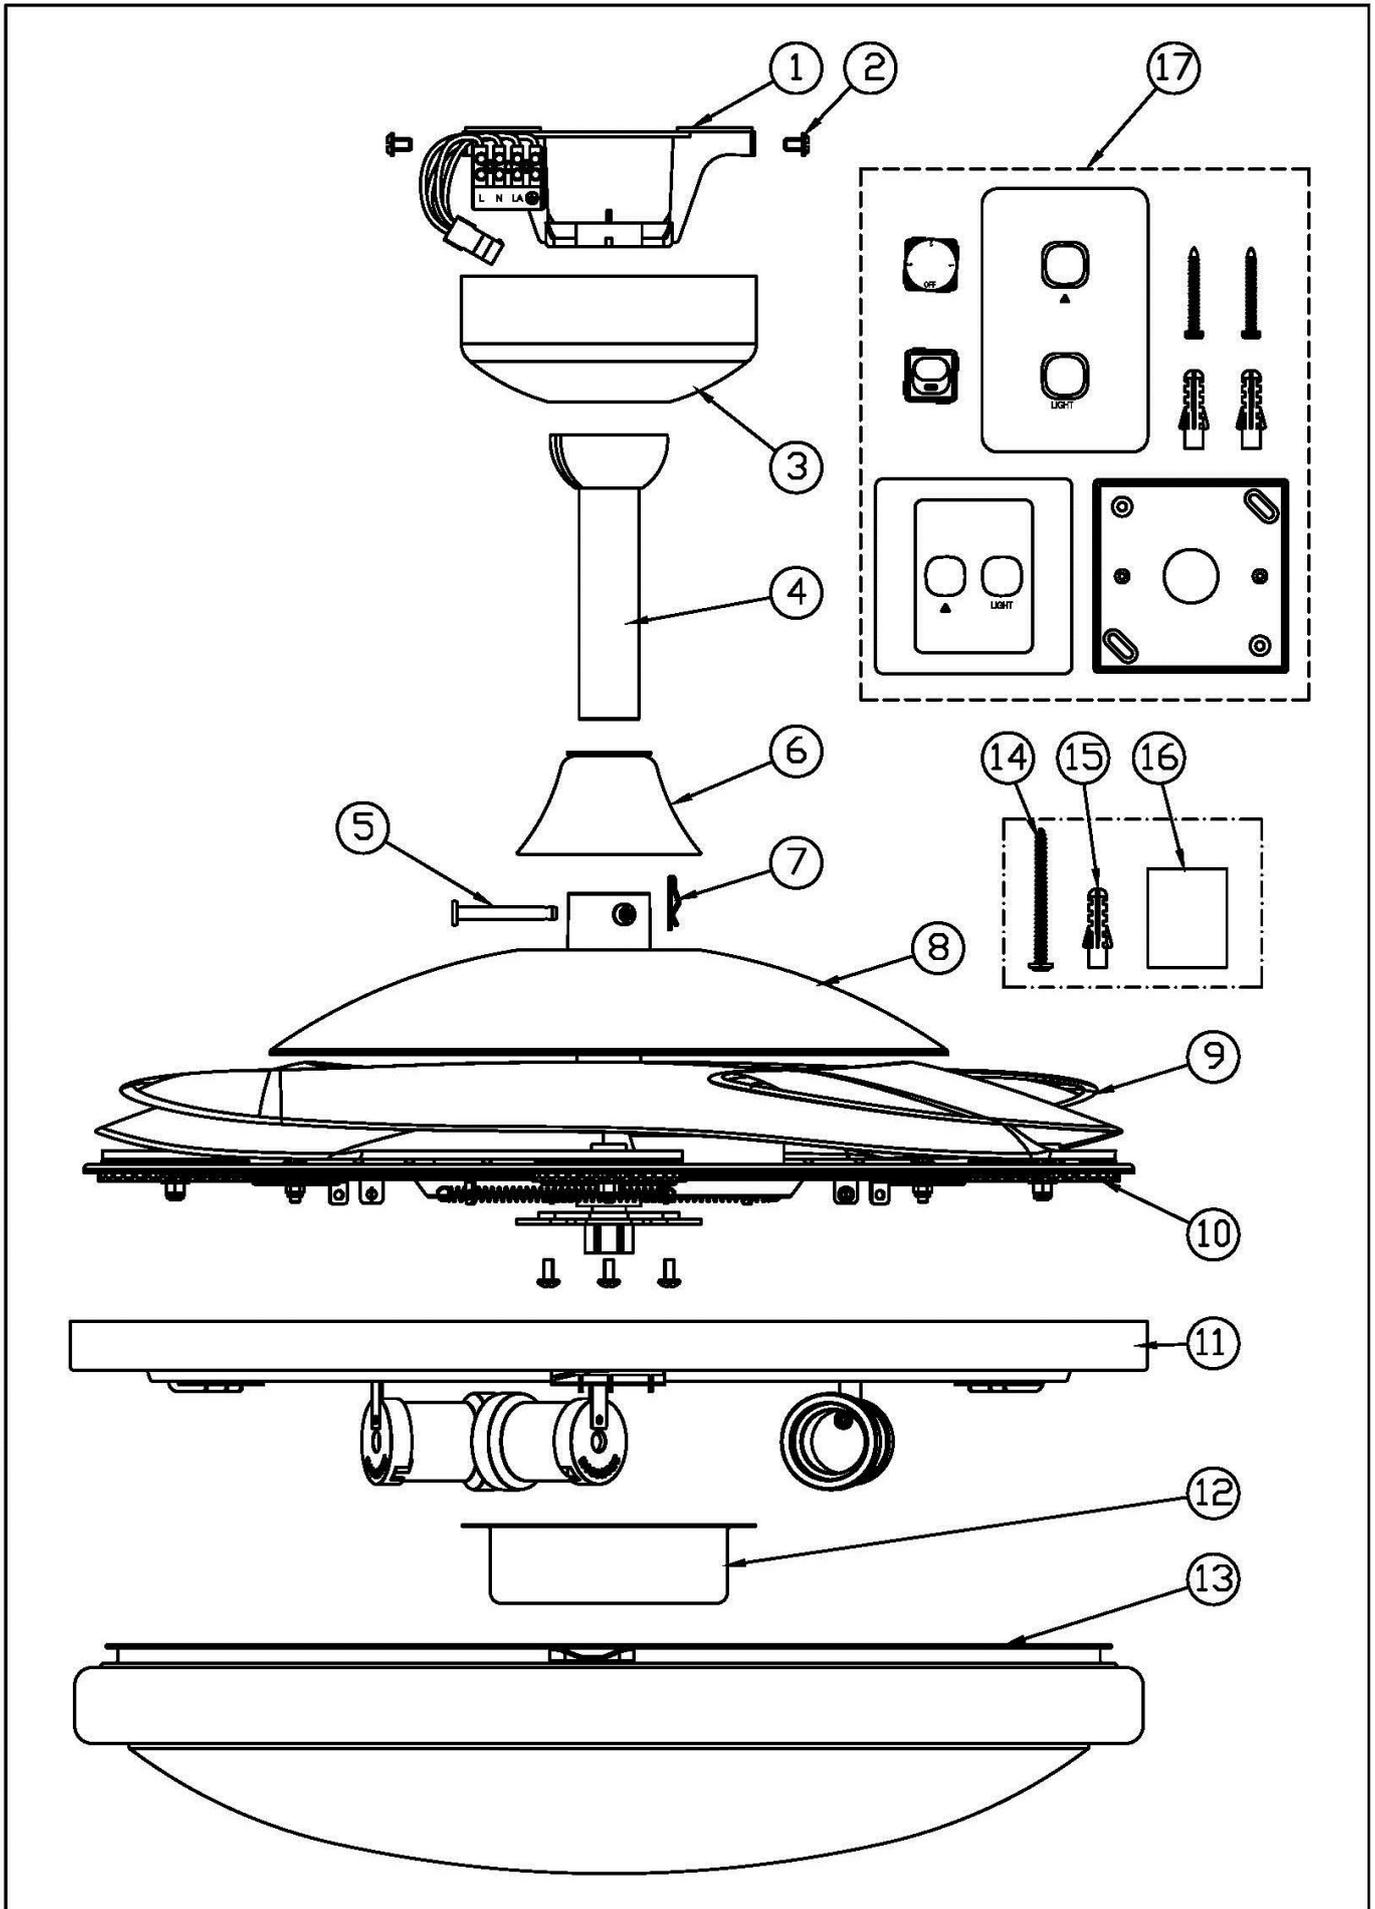

Abbildung 1
Packen Sie den Deckenventilator aus und verschaffen Sie sich einen Überblick über die Teile. Siehe **ABBILDUNG 1**.
- 1) Abdeckung zur Decke (Nr. 3 – Abbildung 1) durch Lockerung der 2 Schrauben mit Einkerbungen entfernen.